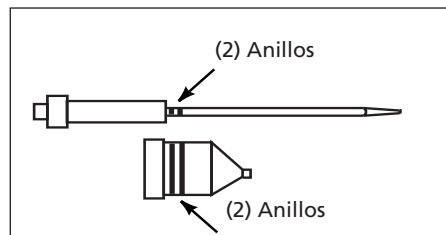

Figura 4 - Juego de aguja y boquilla para materiales espesos
4. La aguja y boquilla para materiales espesos tienen 2 anillos grabados como se muestra en la figura 4.